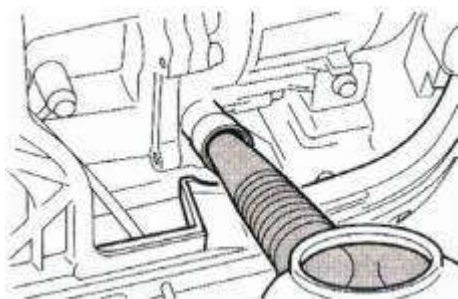
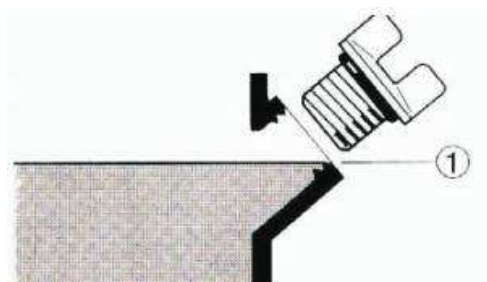

Figura 3
Figura 4
(suministrado) llene con 0,42 cuartos de galón de SAE 10W-30 o 10W-40 (suministrado) (ver figura 3). Consulte la figura 4 para obtener información sobre el aceite adecuado nivel①